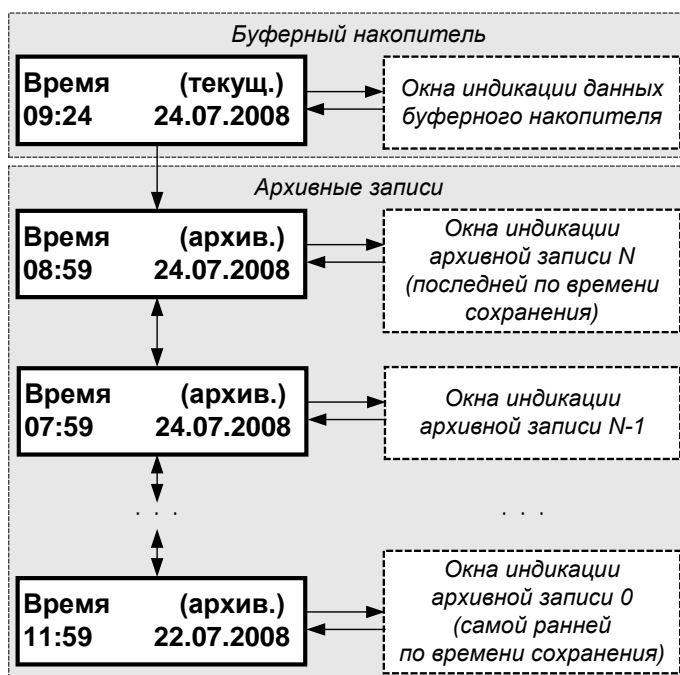

Рис. 2. Структурная схема часового архива.
4.4.1. Часовой, суточный и месячный архивы тепловычислителя имеют одинаковую структуру и содержат кроме сохраненных архивных записей также буферный накопитель данного архива (рис.2).
- 4.4.4. Переход к окнам индикации архивных записей выполняется из окна **Время (текущ.)** накопителя по нажатию кнопки . При этом высвечивается окно **Время (архив.)** (рис.2) последней (по времени сохранения) архивной записи с указанием времени в формате «часы : минуты» и даты окончания интервала архивирования. Переход архивных записей выполняется кнопками  , . При этом в окне **Время (архив.)** меняется время и дата окончания интервала архивирования.